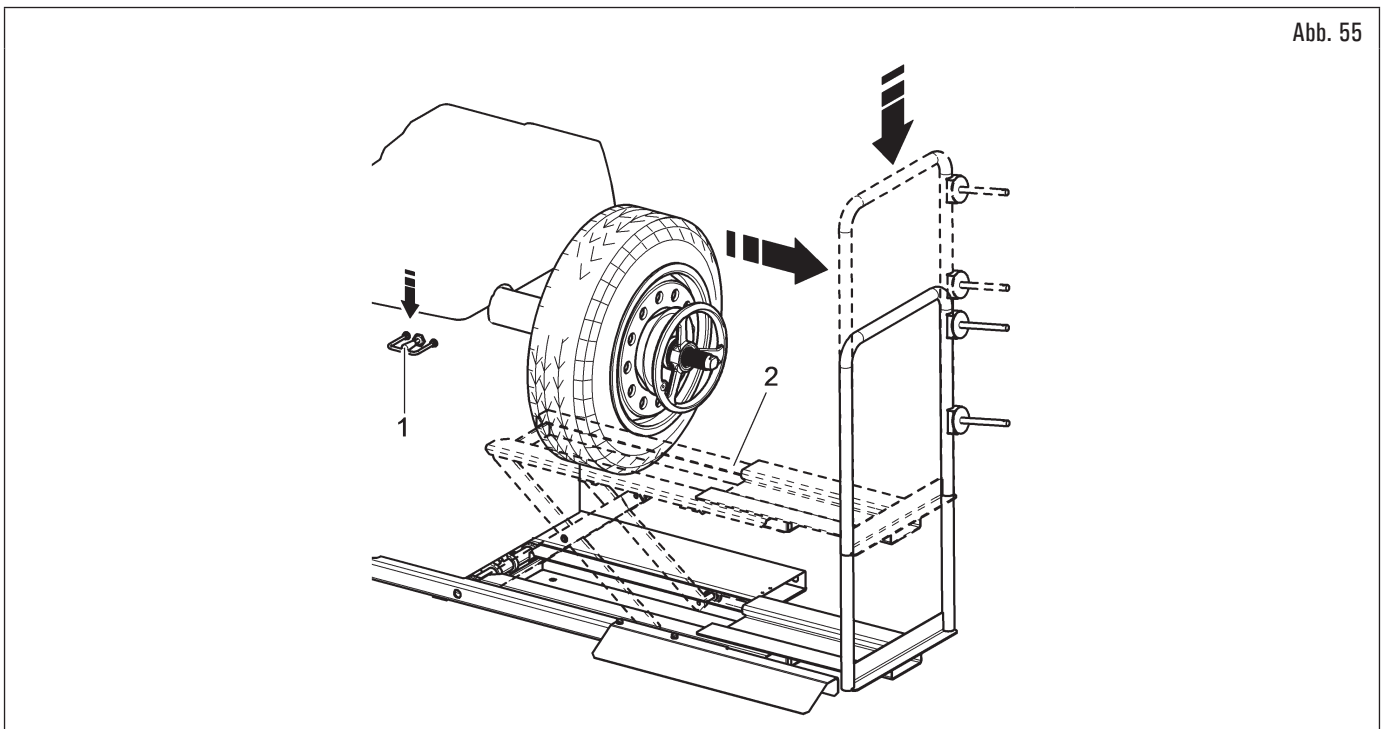

Abb. 55
6. senken Sie das Bedienungselement der Hubvorrichtung (Abb. 55 Pkt. 1) und das Trittbrett (Abb. 55 Pkt. 2) senken lassen;